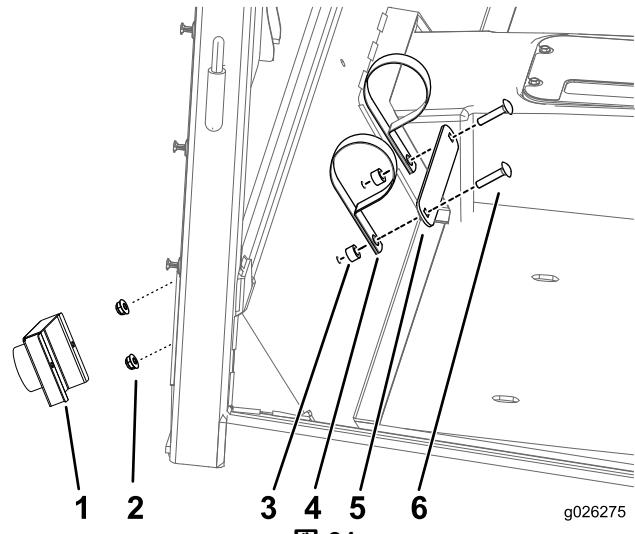

図 31
1. 図 31 に示すようにマニュアル保管チューブを取り付ける。